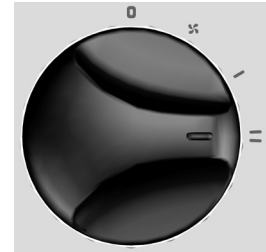

fig. 5
- Zur Aktivierung der Funktion HÖCHSTLEISTUNG drehen Sie den Knopf "C" (Abb. 1) so, dass der Bezug "I" mit dem Symbol "II" auf der Bedienkonsole (Abb. 5) zentriert ist.